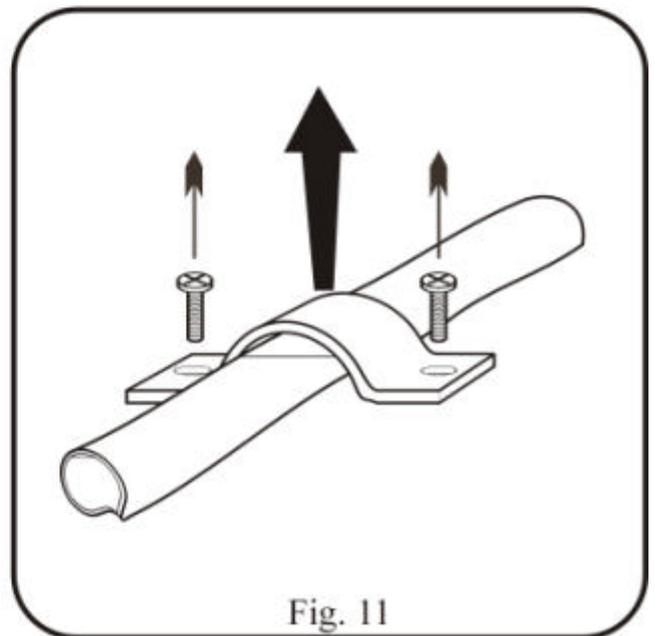

Fig. 11
- Desserrer les deux vis emprisonnant le câble (Fig. 11).